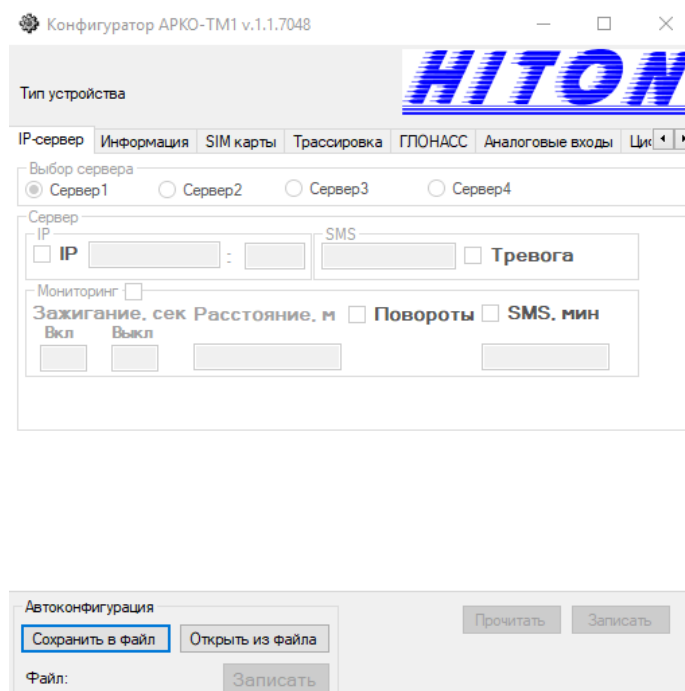

Рис. 3.3. Главное окно конфигуратора «АРКО-ТМ1»
Для работы с терминалом компанией-разработчиком «Хитон» выпускаются специальные конфигураторы, которые можно загрузить с официального сайта www.hiton-p.ru. Окно главной страницы конфигулятора для мобильного терминала «АРКО-ТМ1» представлено на рис. 3.3.
6. Запустить на компьютере конфигуратор для терминала «АРКО-ТМ1», изображенный на рис. 3.3.